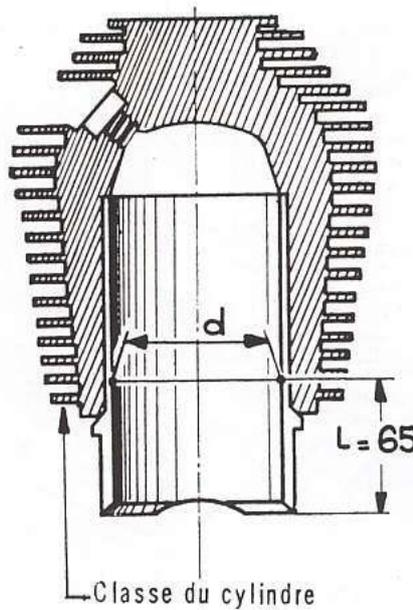

Figure 21
b) Si le piston doit être monté dans un cylindre dont seul la chemise a été changée, on le choisit d'après le diamètre (d) (fig. 21) relevé au comparateur dans la chemise à la distance $L = 65$ mm et dans le sens du trou de bougie.